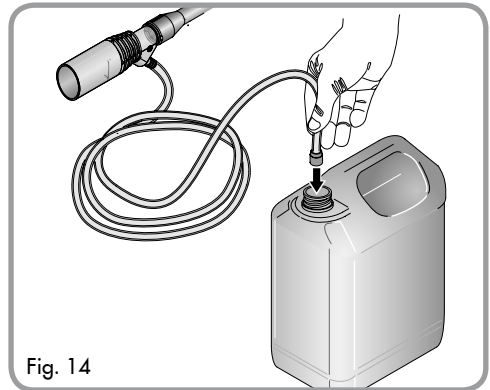

Fig. 14
4. Open a container of pressure washer detergent and insert the suction tube into the container all the way to the bottom. (Fig. 14)
4. Abra un recipiente de detergente para hidrolimpiadora a presión. Introduzca el tubo de aspiración dentro del recipiente hasta el fondo (Fig. 14)